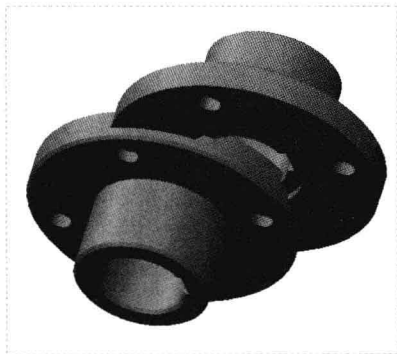

图 11-107 图形文件
Step 01 按【Ctrl+O】组合键，打开图形文件，如图 11-107 所示。